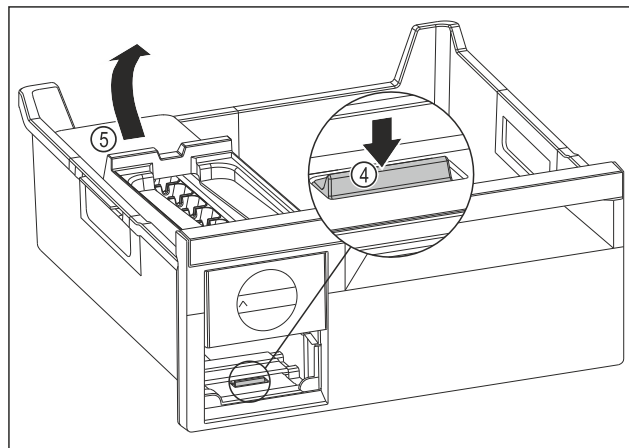

Fig. 130
- ▶ Извлеките корпус EasyTwist-Ice: Надавите пальцем вниз на накладку Fig. 130 (4) и одновременно другой рукой поднимите корпус EasyTwist-Ice Fig. 130 (5) сзади.